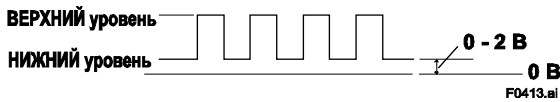

Рисунок 4.6.4 Верхний и нижний уровни (выход контактов транзистора)
- Нижний уровень: 0 – 2 пост. тока (см. Рис. 4.6.4)